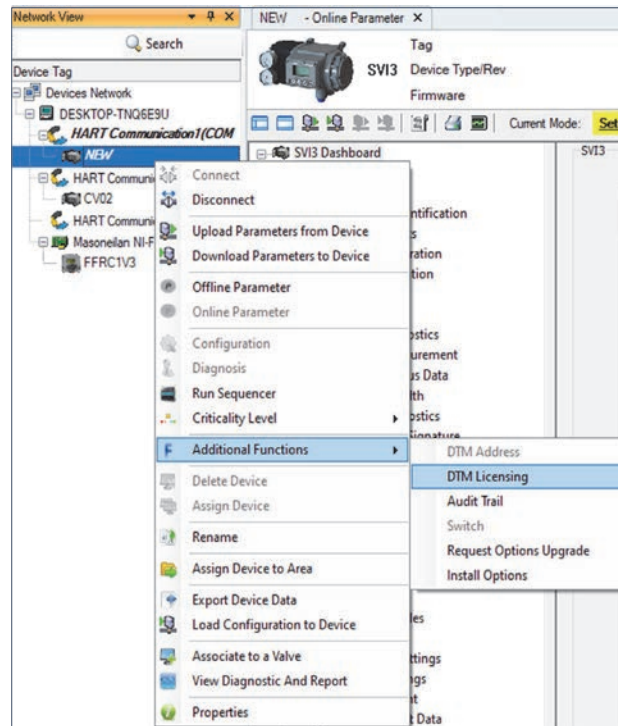

Рисунок 5. Пример регистрации DTM
1. Откройте Masonellan DTM, выберите устройство, а затем выберите **Additional Functions > DTM Licensing (Дополнительные функции > Лицензирование DTM)** (Рисунок 5).